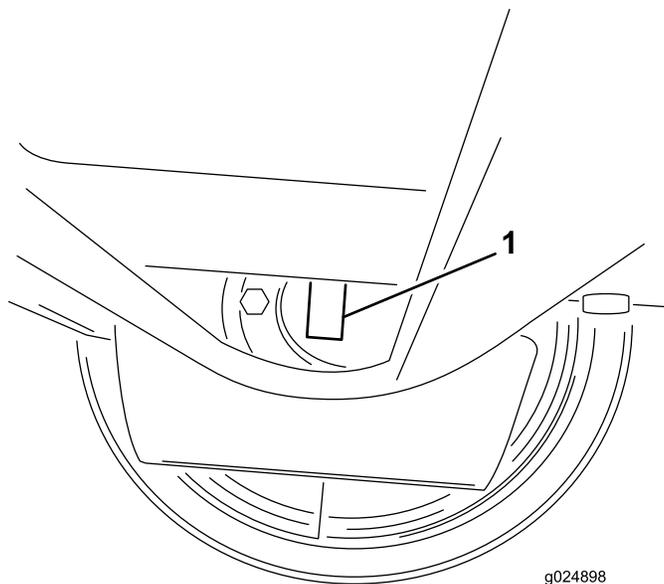

Рисунок 1
3. Проверьте табличку с серийным номером на колесном гидромоторе (Рисунок 1). Ее можно увидеть, если посмотреть на машину снизу.